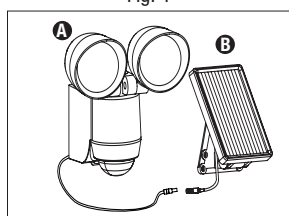

Fig. 4
5. Cuidadosamente conduzca el cable que conecta el panel solar (B) con el accesorio (A) y onctélo al extensor del conector que sale del lateral del alojamiento del accesorio (A) (Fig. 4).